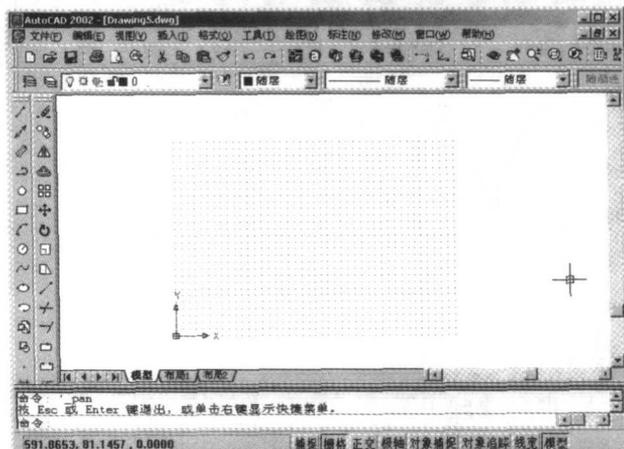

图1-22 显示绘图区域的大小
8. 若想查看绘图区域的大小，可打开栅格显示。单击状态栏上的 **栅格** 按钮，绘图窗口中出现表示绘图区大小的栅格，栅格左下角点在坐标原点处。移动及缩放视图，结果如图 1-22 所示。